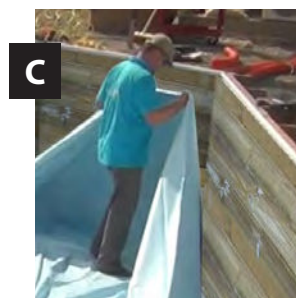

Fig. 18 / Abb. 18 / Afb. 18
**C** Alignez correctement les angles inférieurs du liner (angles des soudures du fond) dans les angles du bassin (figure 18).
**C** Richten Sie die unteren Ecken des Liners korrekt (Ecken der Verschlüsse am Boden) an den Ecken des Beckens aus (Abb. 18).